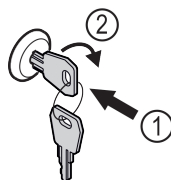

Fig. 242
- Schlüssel hineindrücken. Fig. 242 (1)
- Schlüssel um 90° im Uhrzeigersinn drehen. Fig. 242 (2)